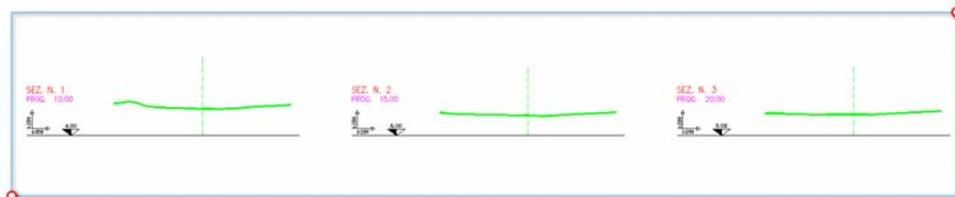
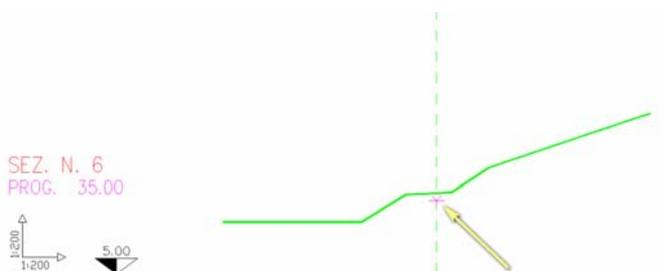

figura 1
figura 2
- **Seleziona sezioni per inserire blocco sezioni rosse:** Seleziona tutte le sezioni stradali come indicato in figura 1 e al termine della procedura il blocco sezioni rosse verrà inserito come in figura 2
- **Output file report volumi ...:** Definire il nome del file di testo con estensione “.Vol” dove riportare il calcolo dei volumi. La cartella di destinazione è quella di interscambio che puoi definire in **Parametri Gestione ** nel Pop Menu **T0-Gen..** Il report di stampa è strutturato come indicato in figura 2.